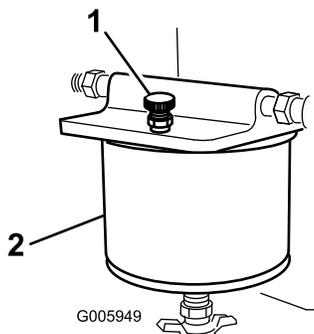

図 33
5. 燃料フィルタ上部についているエア抜きねじを開くと、ボウルに燃料が流れ込んでくる **図 33**。